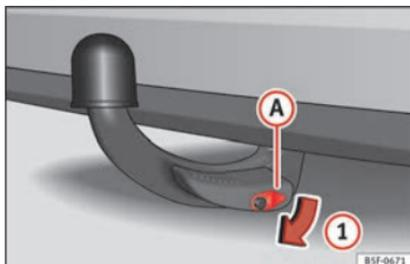

Fig. 227 Ritirare il coperchio della serratura.
- Estrarre il coperchio (A) della serratura nel senso della freccia 1 » fig. 227.